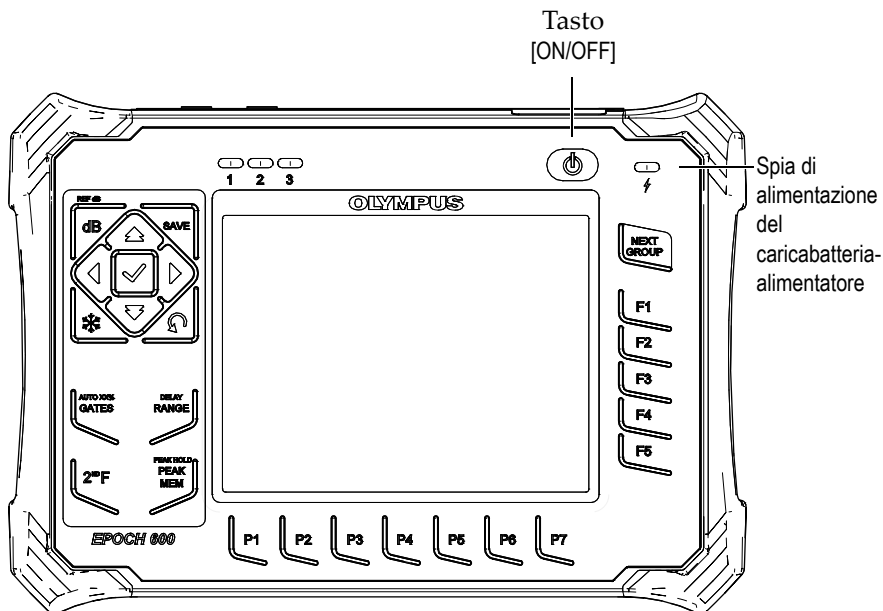

Figura 4-1 Posizione del tasto ON/OFF e della spia di alimentazione dell'EPOCH 600
La Figura 4-1 alla pagina 74 illustra la posizione del tasto di alimentazione e la spia di alimentazione del caricabatteria-alimentatore CA.
4. Avviare l'EPOCH 600 premendo il tasto ON/OFF posizionato nel pannello frontale (vedi Figura 4-1 alla pagina 74).
La spia di alimentazione del pannello frontale si accende (vedi Figura 4-1 alla pagina 74).